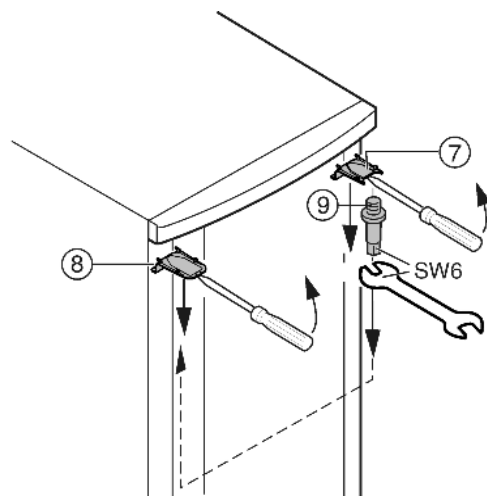

Fig. 7
- ▶ Odstraňte kryt Fig. 7 (7) a kryt Fig. 7 (8) šroubovákem vpředu uvolněte ze západek a odstraňte pohybem šikmo směrem dolů.
- ▶ Vyšroubujte ložiskové čepy Fig. 7 (9) a na protější straně zašroubujte silou (4 Nm).
- ▶ Namontujte opět kryt Fig. 7 (7) na straně ložiskového čepu: vzadu nasadte, vpředu nechte zaskočit do západek.
- ▶ Namontujte opět kryt Fig. 7 (8) na protější straně: vzadu nasadte, vpředu nechte zaskočit do západek.
- ▶ Zavěste dveře nahoře do ložiskového čepu Fig. 7 (9).